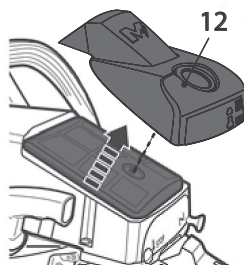

Fig. 49
- > Retire el filtro de aire (14) (Fig. 49) y divídalo en dos mitades.
- > Cepille la rejilla con gasolina para eliminar la suciedad. Vuelva a montar el filtro de aire (14) presionando las aristas hasta que encajen.
- > Coloque la tapa del filtro de aire (13) y asegúrela con el tornillo (12).